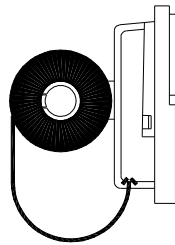

Bild 2
- Schieben Sie eine neue Papierrolle auf den Halter. Beachten Sie die richtige Lage der Rolle, wegen der Papierabwicklung (siehe Bild 2).
- Das Papier in den Druckerkopf einfügen (siehe Bild 2).